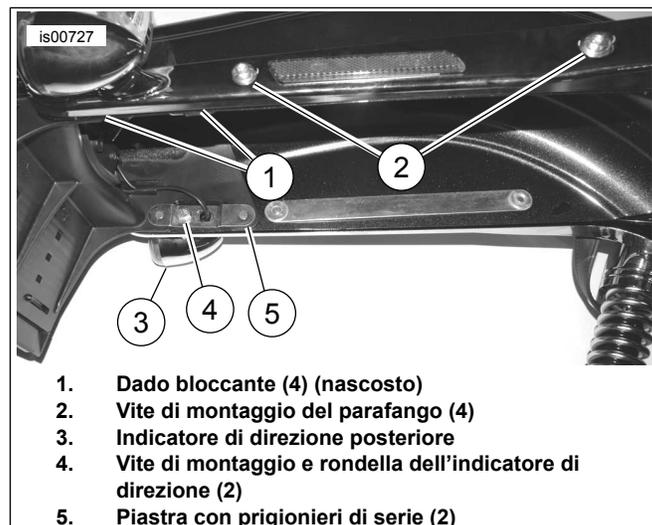

Figura 2. Staffa della piastra con prigionieri e della targa
- Vedere la Figura 2. Rimuovere la vite (4) e la rondella dall'interno del parafango e rimuovere l'indicatore di direzione posteriore (3). Eliminare la vite e la rondella. Ripetere queste operazioni sul lato opposto della motocicletta.
- Vedere la Figura 2. Allentare due viti (2) per consentire l'accesso ai dadi bloccanti nascosti (1). Ripetere queste operazioni sul lato opposto della motocicletta.
- Vedere la Figura 2. Individuare i quattro dadi bloccanti (1) nascosti dai coperchi dei supporti del parafango. Rimuovere due piastre con prigionieri (5), quattro dadi (1) e la staffa della targa. Conservare i dadi per la reinstallazione.
18. Far passare il filo dell'indicatore di direzione (4) di piatto tra la staffa della targa ed il parafango, verso la parte posteriore della motocicletta come illustrato. Non far passare il filo dell'indicatore di direzione sotto la piastra con prigionieri (1). Ripetere queste operazioni sul lato opposto.
19. Installare i quattro dadi (5) rimossi al punto 9 sui quattro prigionieri, tra il supporto del parafango ed il coperchio del supporto del parafango. Serrare ad una coppia di 5,4 N-m (48 in-lbs). Non serrare eccessivamente i dadi.
20. Vedere la Figura 2. Serrare le viti (2) ad una coppia di 25 N-m (18 ft-lbs). Ripetere queste operazioni sul lato opposto.